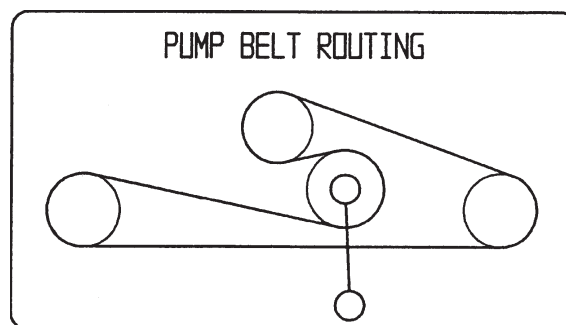

Figure 60
1. Abaissez la poulie de tension appelée par ressort et enlevez la courroie des poulies du moteur et de la pompe hydraulique (Fig. 60). Retirez la courroie entre les poulies.
2. Installez la courroie neuve sur les poulies du moteur et de la pompe hydraulique (Fig. 60).
3. Abaissez la poulie de tension appelée par ressort et alignez-la sous la courroie de transmission, puis relâchez-la (Fig. 60).